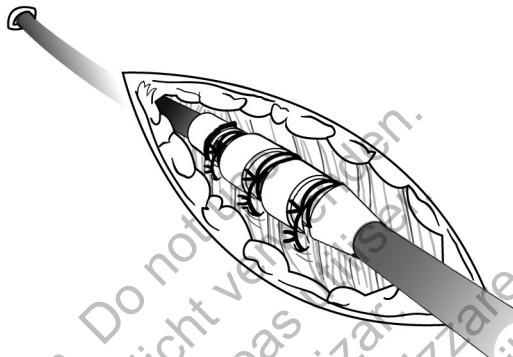

Figura 11. Ejemplo de manguito de sutura, técnica de implantación percutánea
1. Pele la vaina introductora y deslice el manguito de sutura profundamente en el tejido (Figura 11 en la página 31).